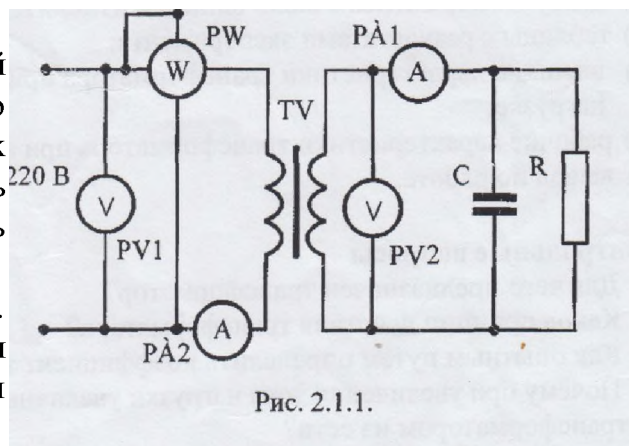

Рис. 2.1.1.
3.2. Собрать электрическую цепь (рис. 2.1.1). Для этого соединить проводниками исследуемый модуль с источником электропитания 220 В (модуль питания).